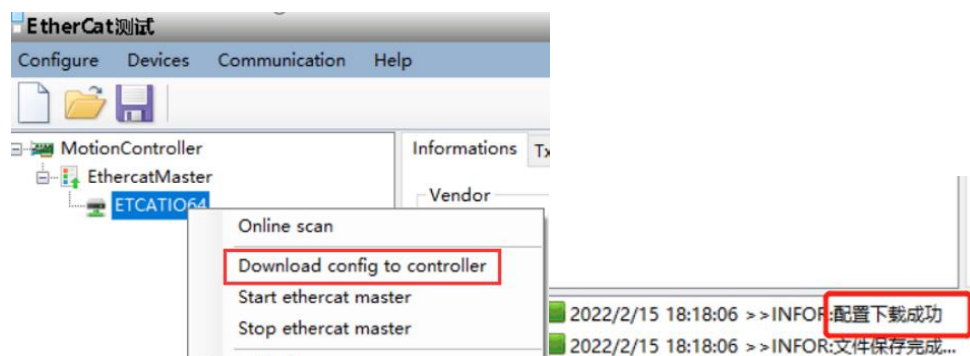

图 2.4.20 从机设备配置下载成功
⑥ 添加进来的从机设备, 可以修改其设备信息, 根据实际情况更改(这里默认);
⑦ 在 EtherCAT 测试工具中, 左边就出现 ETCAT1064 的从机设备如图 2.4.20, 把配置信息下载到控制卡中;